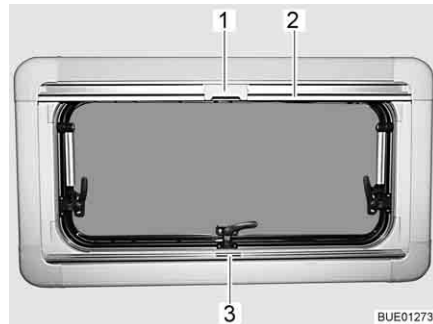

Fig. 72 Ventana abatible
- Sujetar el estor plegable por el centro del agarradero (Fig. 72,3), tirar de abajo a arriba y soltarla a la altura deseada. El estor plegable se queda fijo a esta altura.
- Tirar del agarradero de la mosquitera enrollable (Fig. 72,2) hacia abajo hasta que choque con el agarradero del estor plegable (Fig. 72,3).
- Bloquear el cierre (Fig. 72,1) de la mosquitera enrollable con el agarradero del estor plegable.
- Empujar hacia atrás el cierre (Fig. 72,1) de la mosquitera enrollable por arriba.
- Regresar la mosquitera enrollable lentamente en el agarradero (Fig. 72,2).